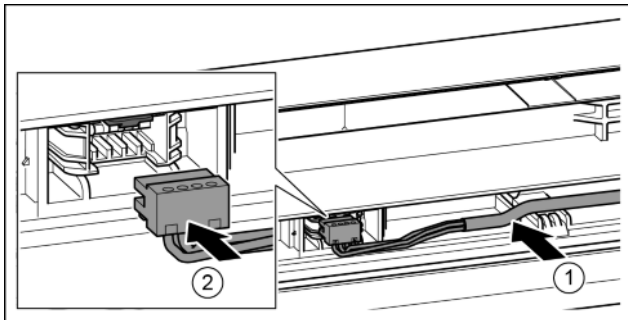

Fig. 36
- ▶ Graues Kabel in die Führung in der oberen Tür einlegen. Fig. 36 (1)
- ▶ Stecker einrasten. Fig. 36 (2)